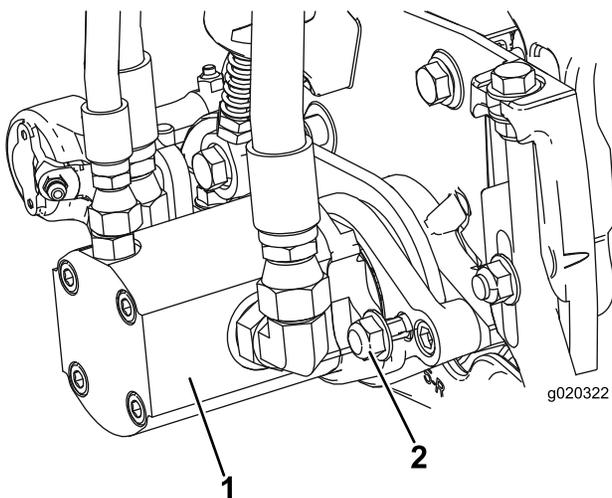

Рисунок 13
3. Установите двигатель, повернув его по часовой стрелке таким образом, чтобы фланцы двигателя не закрывали контргайки (Рисунок 13).